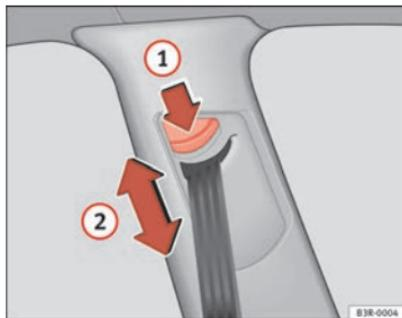

Abb. 16 Gurthöheneinstellung (Umlenkeschlag)
- Drücken Sie die Taste ⇒ Abb. 16 ① der Gurthöhenverstellung.
- Verschieben Sie den Umlenkeschlag nach oben bzw. unten, bis der Schultergurteil ungefähr über die Schultermitte – **keinesfalls über den Hals** – verläuft ⇒ Abb. 16 ②, ⇒ **!** in „Gurtbandverlauf“ auf Seite 26.